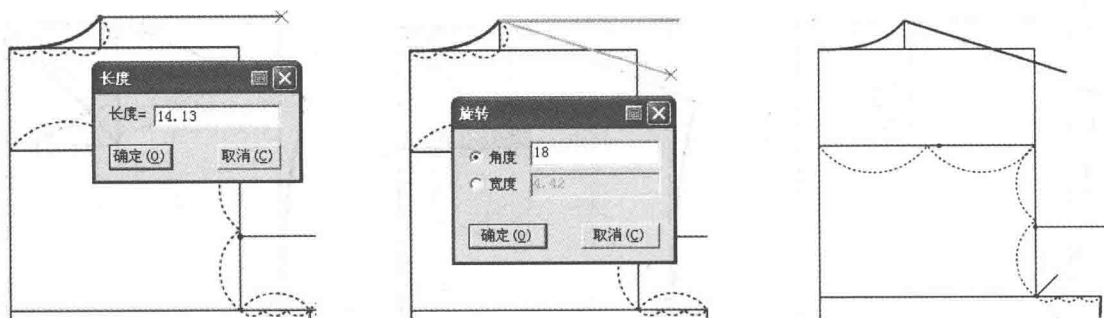

图4-21 画后肩缝线
(1) 选择  【智能笔】工具从后横开领端点画一条长 14.13 cm (计算公式: 前肩缝线长度 $12.37\text{cm} + \frac{\text{胸围 } 84\text{cm}}{32} - 0.8\text{cm}$) 的垂直线。
(2) 选择  【旋转】工具, 按【Shift】键进入【旋转】功能, 将垂直线段进行旋转, 在【旋转】对话框输入旋转角度 18° (图 4-21)。